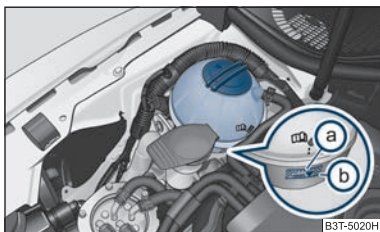

Fig. 184 Vano motor: Depósito de expansión de líquido refrigerante
- Compruebe el nivel de líquido refrigerante en el depósito de expansión del mismo ⇒ fig. 184. Con el motor frío, el nivel de líquido refrigerante debe encontrarse entre las marcas **b** (MÍN.) y **a** (MÁX.). Con el motor caliente, el nivel puede sobrepasar también ligeramente la marca **a** (MÁX.).
- Coloque un trapo sobre el tapa del depósito de expansión de líquido refrigerante ⇒ fig. 184 y desenrosque el tapón con **cuidado** girándolo hacia la izquierda ⇒ .